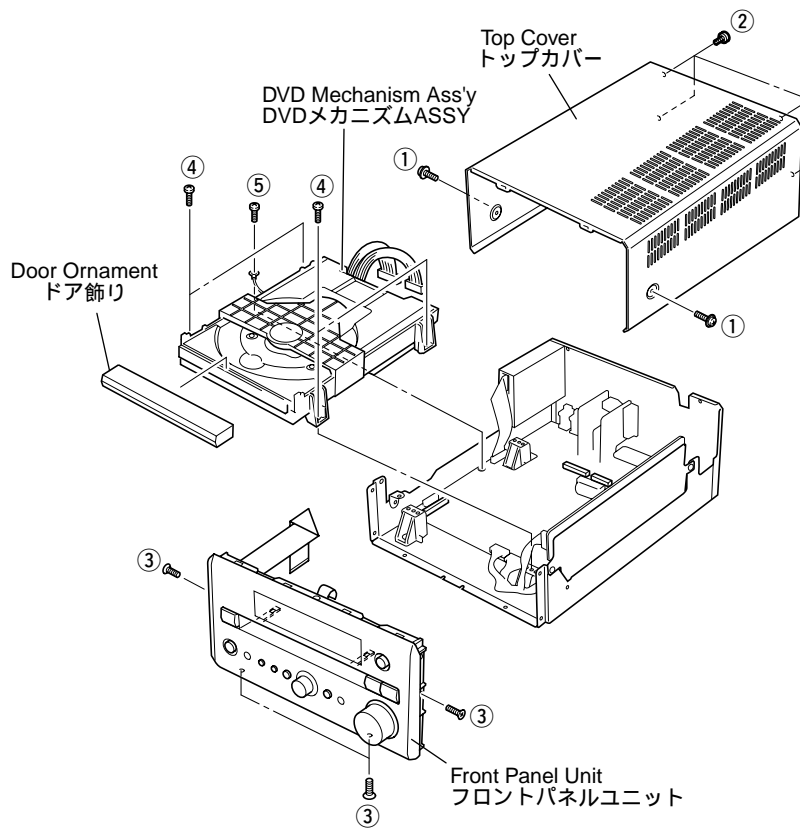

Fig. 1
- a. Remove 2 screws (①) and 4 screws (②). (Fig. 1)
- b. Slide the Top Cover rearward to remove it. (Fig. 1)
- a. Open the tray, remove the door ornament and close the tray. (Fig. 1)
- b. Remove 4 screws (③). (Fig. 1)
- a. Remove 4 screws (④) and a screw (⑤). (Fig. 1)
- a. ①のネジ2本、②のネジ4本を外します。(Fig. 1)
- b. トップカバーを後方へスライドさせ取り外します。(Fig. 1)
- a. トレーを開き、ドア飾りを外し、トレーを閉じます。(Fig. 1)
- b. ③のネジ4本を外します。(Fig. 1)
- a. ④のネジ4本、⑤のネジ1本を外します。(Fig. 1)